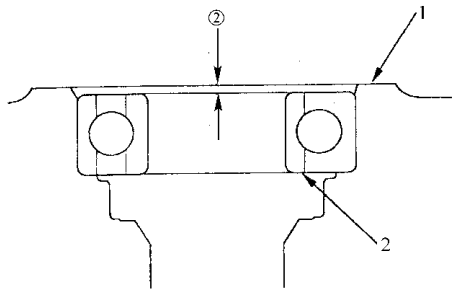

图 4-107 测量离合器壳体末端和轴承内圈之间的距离
5) 如图 4-107 所示，使用直尺和深度计，测量离合器壳体末端和轴承内圈之间的距离②。在 3 个位置进行测量，算出平均读数。